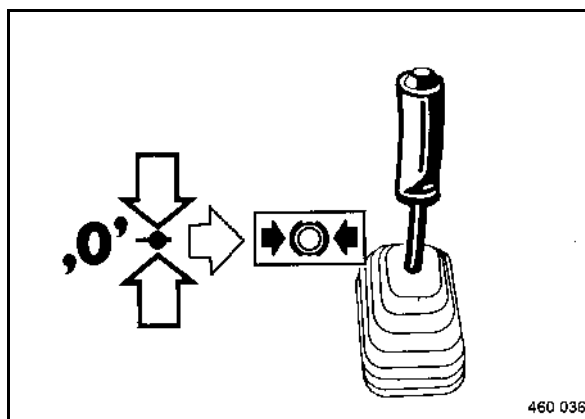

fig. 59
- Ramener le levier de commande de la marche vers la droite sur position frein de parking (fig. 59).